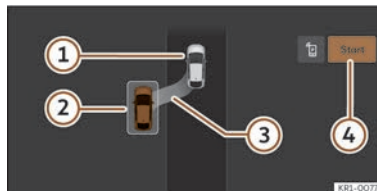
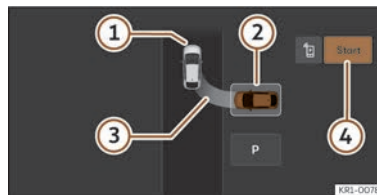

Fig. 159 En la pantalla del sistema de infotainment: posición para aparcar en línea.
Fig. 160 En la pantalla del sistema de infotainment: posición para aparcar en batería.
>>> **fig. 159**, >>> **fig. 160**
- Mire en la visualización de la pantalla del sistema de infotainment si se ha detectado el hueco como “apropiado” y si ha alcanzado la posición correcta para aparcar >>> **fig. 159**, >>> **fig. 160**. Pare el vehículo, siga las instrucciones que muestra infotainment.
- Detenga el vehículo, pise el freno y, tras una breve pausa, pulse la tecla **Iniciar** (4) en el sistema de infotainment.